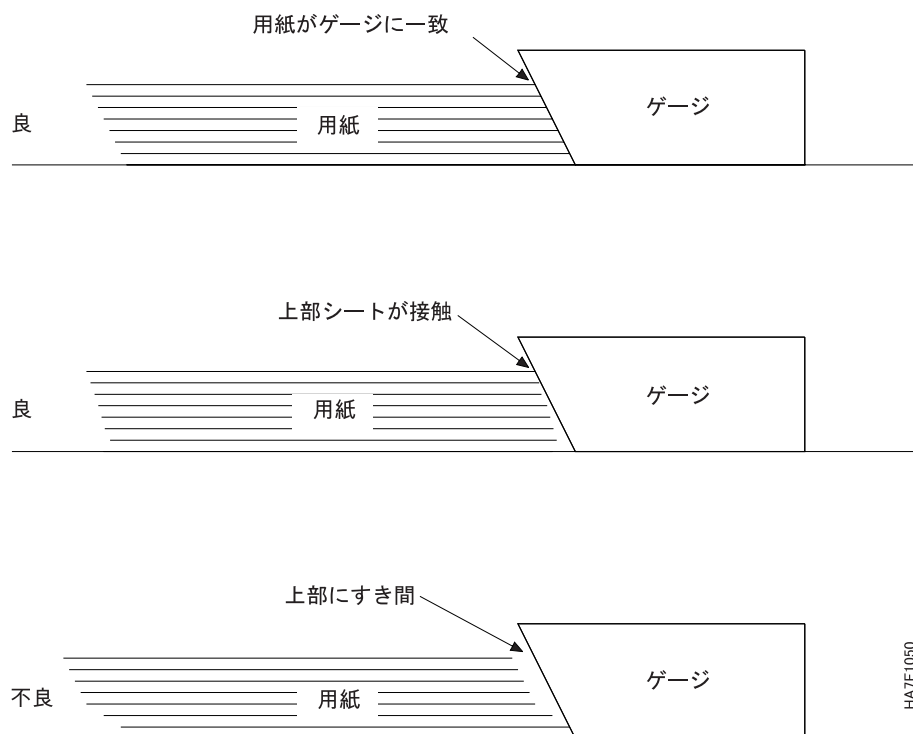

図 10. 包装した用紙のスタック傾斜テスト
3. 折り畳みを押し付けないように、戻したスタックを平坦な面に置きます (図 10 を参照してください)。
(9 ページの『スタック・ゲージ』を参照) を用いて図 10 で示すように、スタック側面の傾斜をテスト